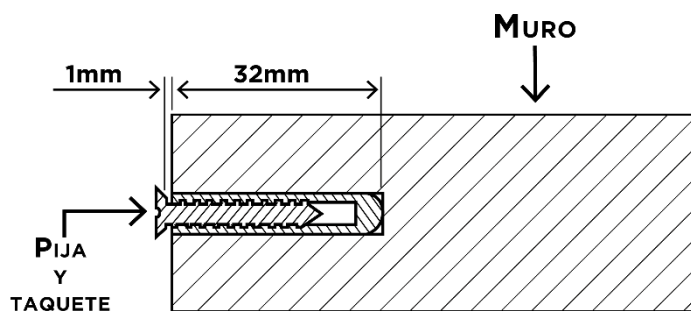

Figura 8 Diagrama transversal de muro con kit de montaje instalado.
9. Atornillar las pijas incluidas, dejando un espacio de 1 mm, véase la *Figura 8* como referencia.